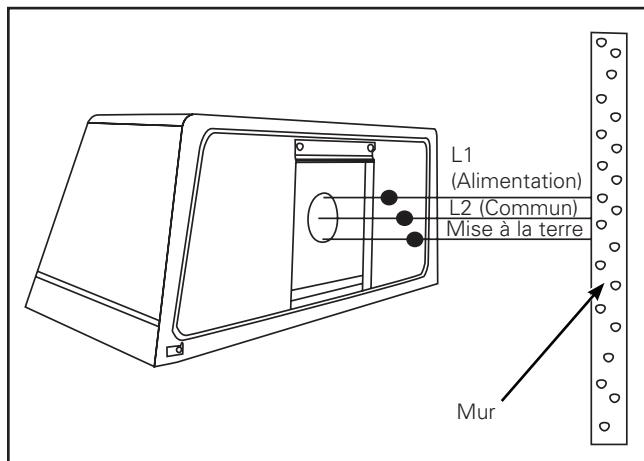

Figure 2.
Câblage (Figure 2.)
- Effectuez les raccords selon le schéma (Figure 2) et conformément aux normes de la NEC et du Canada en utilisant les méthodes et dispositifs appropriés.